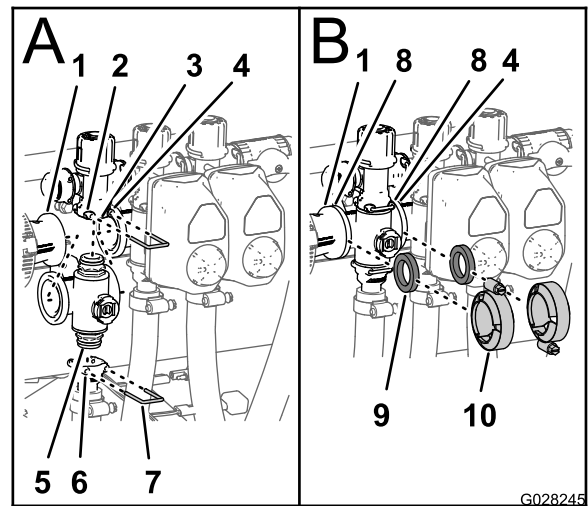

Figura 78
- Inserte el conector de extremo superior de la válvula multivía en el acoplamiento de desvío (Figura 78, A).
- Sujete el conector de extremo al acoplamiento de desvío insertando una horquilla de retención en el acoplamiento de desvío (Figura 78, A).
- Monte el conector de salida en el conector de extremo inferior del distribuidor (Figura 78, A).
- Sujete el conector de extremo al conector de salida insertando una horquilla de retención en el conector de salida (Figura 78, A).
5. Alinee una junta entre las bridas del racor reductor y el distribuidor de la válvula de sección (Figura 78, B).
6. Monte el racor reductor, la junta y el distribuidor de la válvula de sección con una abrazadera y apriete a mano (Figura 78, B).
7. Para instalar las dos válvulas de sección de la izquierda, alinee una junta entre las bridas de los distribuidores de las 2 válvulas de sección adyacentes (Figura 78, B).
8. Sujete los 2 distribuidores de válvula de sección adyacentes y la junta con una abrazadera y apriete a mano (Figura 78, B).